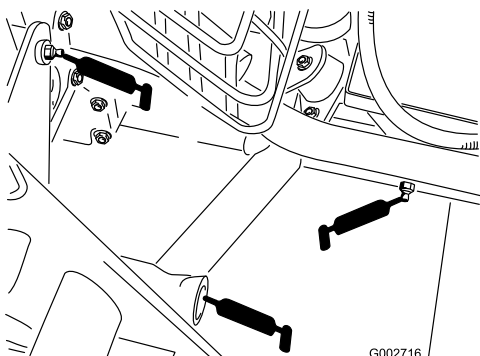

Figura 22
- Engate traseiro (5) (Figura 22)